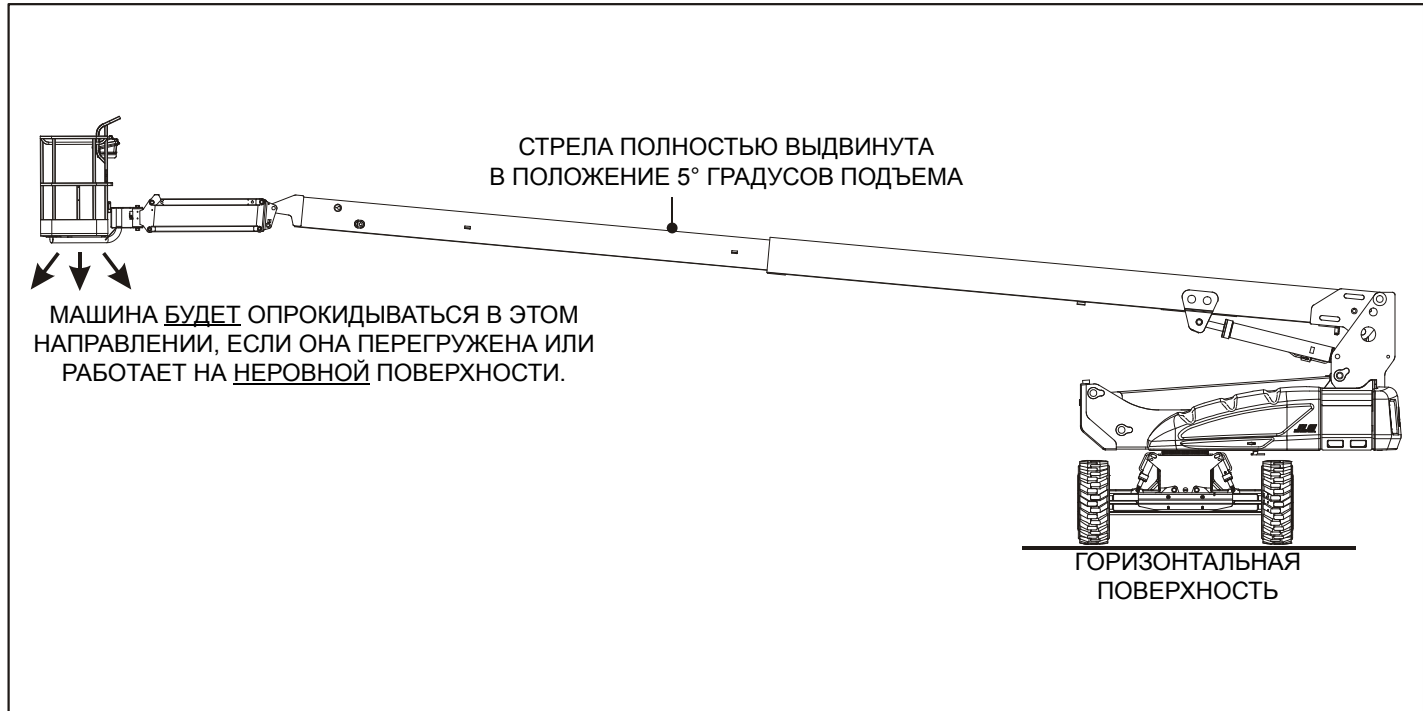
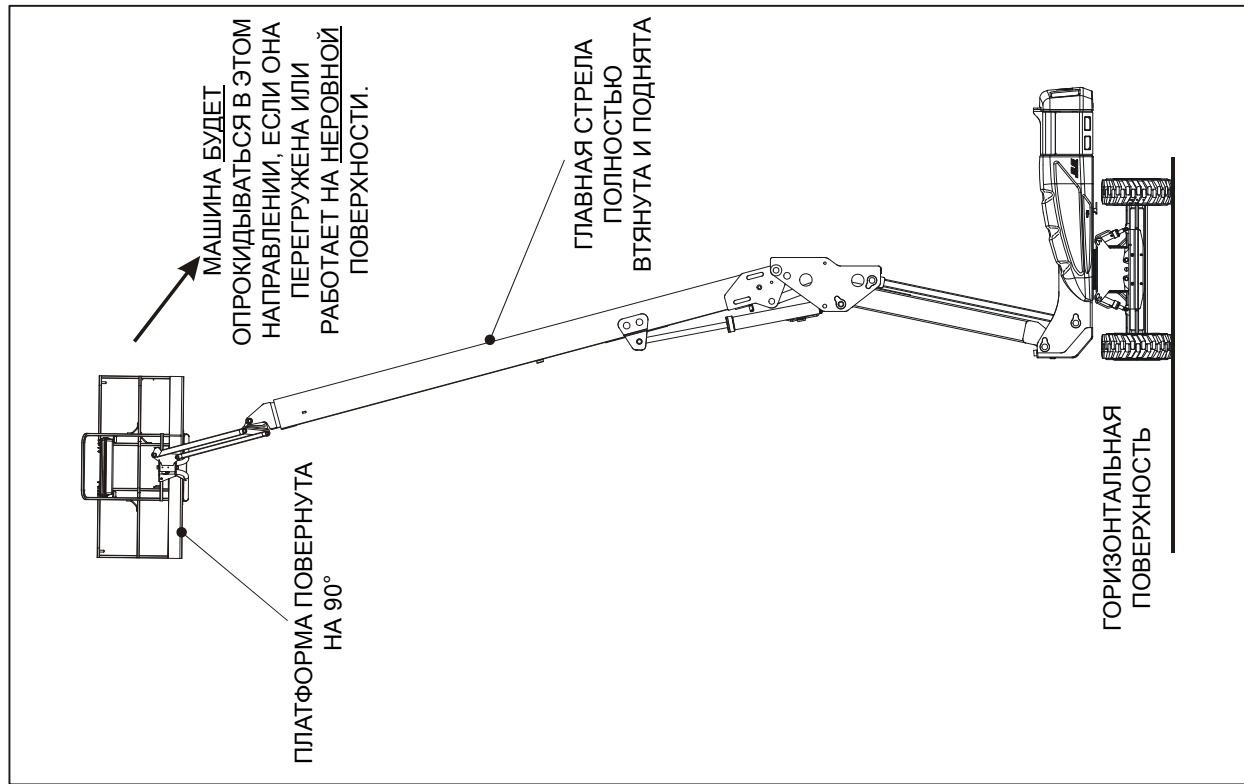

Рисунок 4-1. Положение минимальной устойчивости против опрокидывания вперед
Рисунок 4-2. Положение минимальной устойчивости против опрокидывания назад
Устойчивость машины определяется двумя (2) параметрами, которые называют устойчивостью к опрокидыванию ВПЕРЕД и НАЗАД. На иллюстрациях показано положение машины с минимальной устойчивостью к опрокидыванию ВПЕРЕД (Ñi. Рисунок 4-1.); и минимальной устойчивостью к опрокидыванию НАЗАД (Ñi. Рисунок 4-2.).